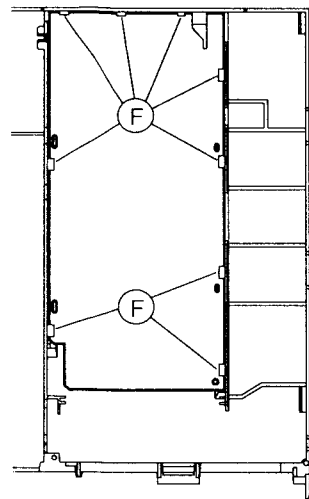

Fig. 4
- Rastnasen (F) öffnen und Chassisplatte herausnehmen (Fig. 4).